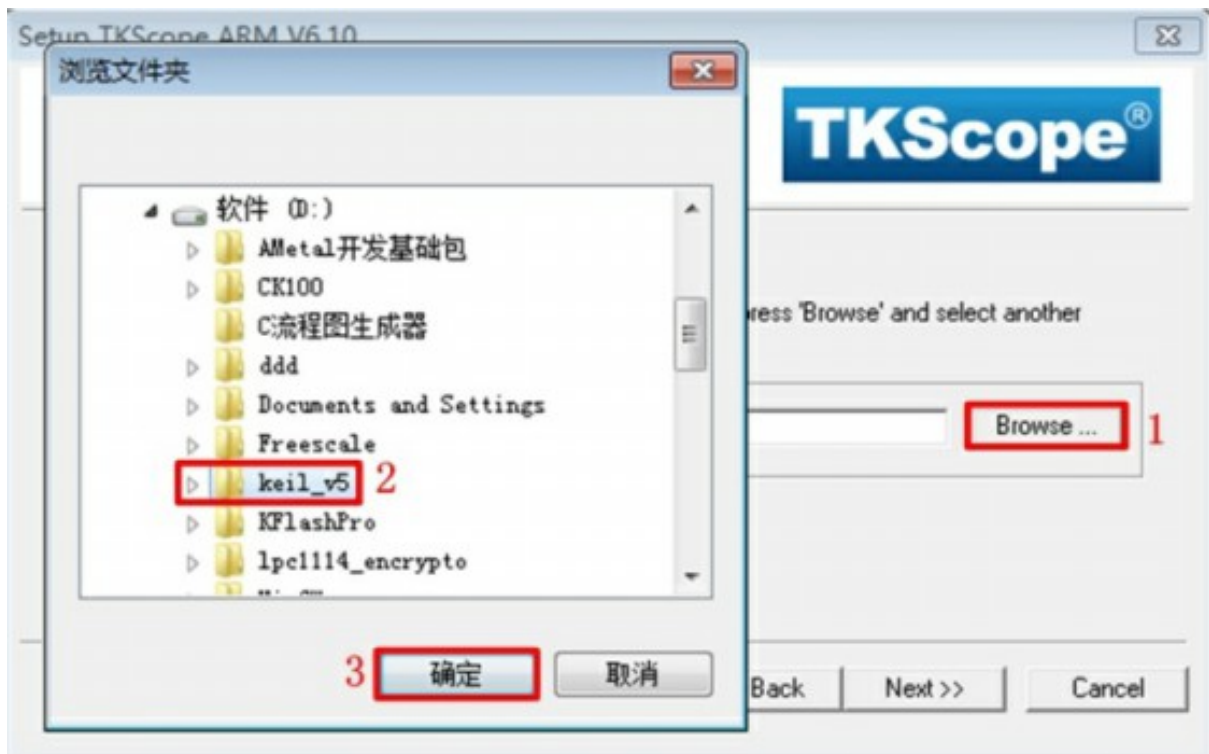

图 37: 选择安装路径
(3) 选择安装路径，需要注意，TKScope 必须安装到 Keil 的根目录中，点击【Browse】浏览到 Keil 的安装目录，然后用鼠标单击选中，并点击【确定】，如图 37 所示。